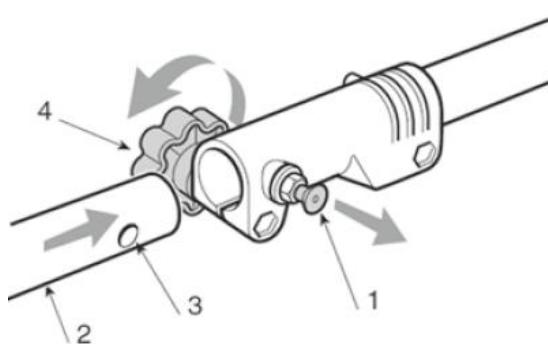

Fig. 10
**Montagem do tubo de duas peças (Fig. 10)**